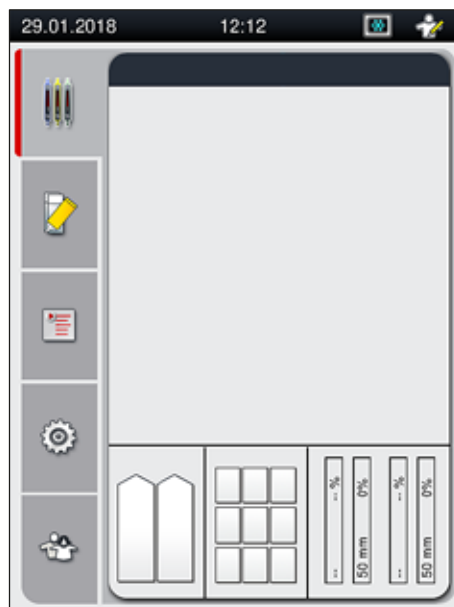

Abb. 12
7. Nach Abschluss der Initialisierungsphase erscheint am Bildschirm das **Hauptmenü** (→ Abb. 12).